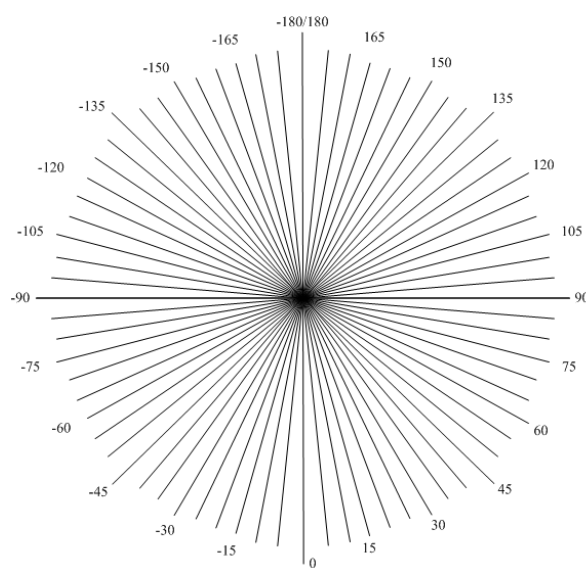

图 2.摆杆位置示意图
4. 摆杆自然下垂状态是指摆角为  $0^{\circ}$  位置，见图 2。
6. 基本要求 (1)、(2) 中，超过 30s 视为失败；发挥部分 (1) 超过 90s 视为失败；发挥部分 (3) 超过 3 分钟即视为失败；以上各项，完成时间越短越好。
8. 测试时，将在摆杆后 1~2cm 处固定一如图 2 所示轻质量角器，以方便观察摆杆的旋转角度。